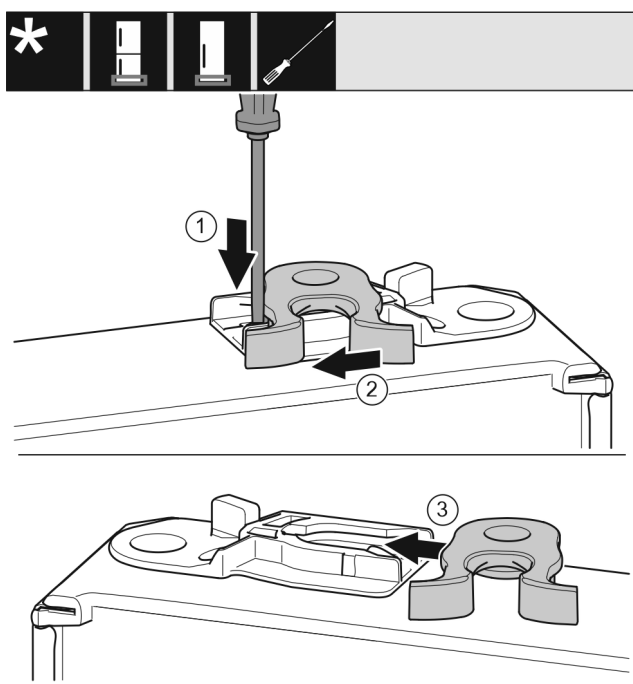

Fig. 23*
- Nyomja le a fedőlemezt Fig. 23 (1) lapos csavarhúzóval.*
- Húzza ki a záróhorgot Fig. 23 (2) a vezetősínből.*
- Tolja be a záróhorgot Fig. 23 (3) a másik oldalon lévő vezetősínbe.*